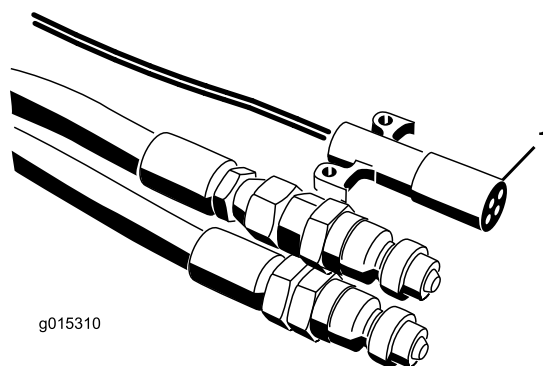

**Figura 20**
6. Ligue os dois tubos hidráulicos da máquina ao veículo de reboque. De frente para máquina, ligue o tubo direito ao lado da pressão e o tubo esquerdo ao lado do retorno (Figura 20). O tubo de retorno possui uma válvula de verificação unidirecional. A seta na válvula antidrenagem deve estar virada para o conector de retorno do veículo de reboque.